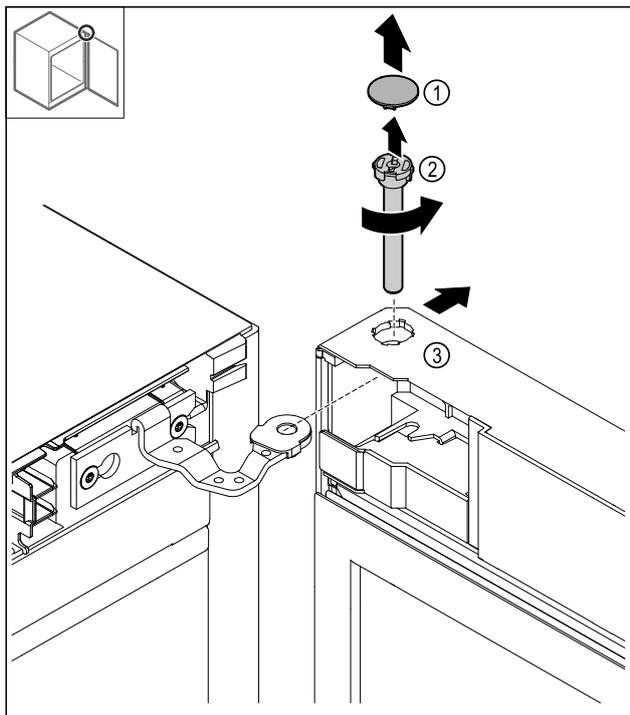

Fig. 19
- ▶ Noņemiet pārsegu Fig. 19 (1).
- ▶ Atskrūvējiet un izvelciet tapu Fig. 19 (2), griežot pretēji pulksteņrādītāja kustības virzienam.
- ▶ Sagāziet mazliet durvis Fig. 19 (3).